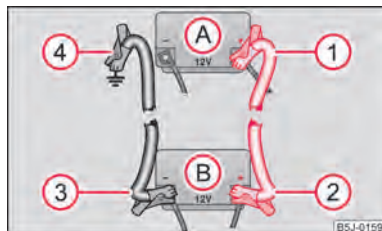

Fig. 147 Ayuda de arranque con la batería de otro vehículo: A - batería descargada del vehículo, B - batería auxiliar
- Conecte un extremo ① al polo positivo ⇒ fig. 147 de la batería descargada (A).
- Conecte el otro extremo ② al polo positivo de la batería auxiliar (B).